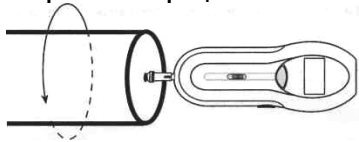

Рис. 4
c. слегка прижмите насадку в точке оси вращения объекта (см. рис. 4), нажмите кнопку " **TEST**" . Следите при измерении чтобы контакт прибора и объекта был надежный и не было проскальзывания. Дождитесь установления стабильных показаний на дисплее.